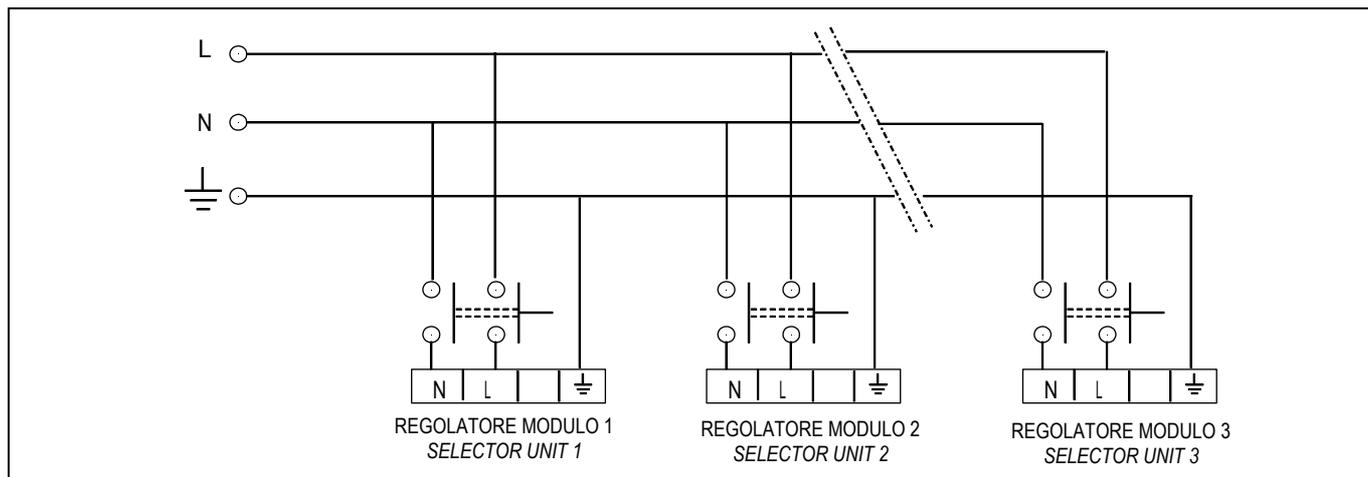

Figura 10 – Figure 10
12. L'accensione parziale dell'impianto (specifico funzionamento dei moduli in funzione del diverso livello di apertura del portone) può essere ottenuta montando un microinterruttore per ogni modulo (vedi Figura 10).